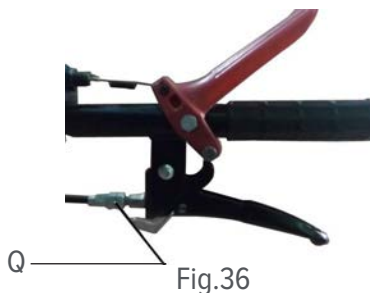

Fig.36
- În cazul în care ambreiajul nu poate cupla viteze, utilizatorii pot regla cablul de comandă a ambreiajului prin boțul de reglare Q (Fig.36)